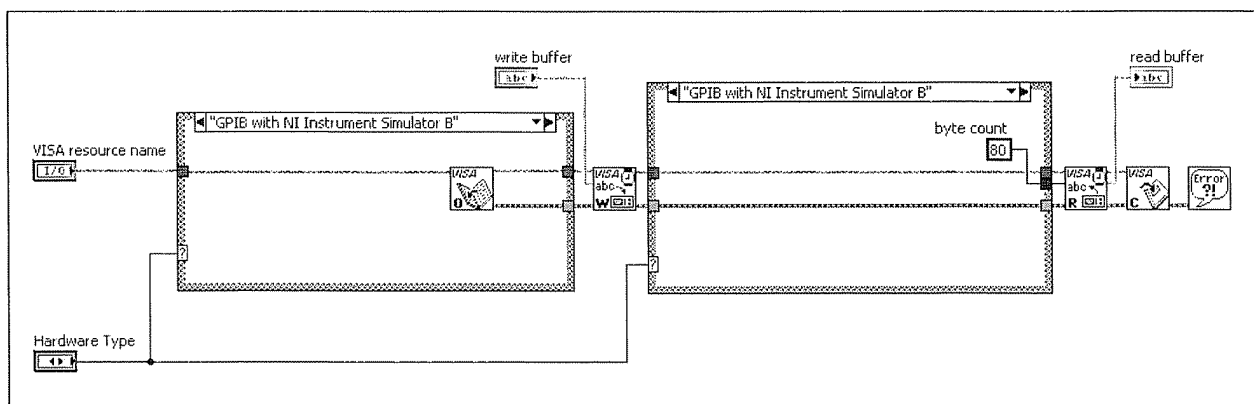

Figura 9-27. Sección GPIB del diagrama de bloques del VI VISA Write and Read
2. Abra el diagrama de bloques del VI y examine el código. La parte GPIB aparece en la figura 9-27.